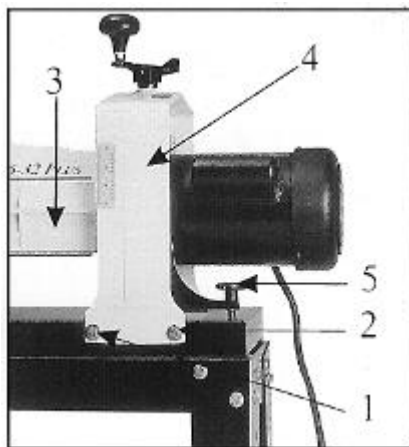

Рис. 14
Чтобы выровнять барабан, ослабьте четыре болта (1 и 2, Рис. 14). Это позволит наклонять всю каретку барабана на двух болтах (1, Рис. 14).
Выровняйте барабан путем поворота регулировочной ручки тонкой настройки (5, Рис. 14). Когда барабан будет параллелен, затяните два болта.
Поверните доску и без изменения высоты барабана отшлифуйте другой конец доски. Если осталась борозда из-за перехлеста проходов, ослабьте четыре болта (1 и 2, Рис. 14) и поднимите свободный конец барабана путем легкого вращения регулировочной ручки тонкой настройки (5, Рис. 14) по часовой стрелке. Затяните четыре болта.
**Поворачивайте регулировочную ручку тонкой настройки (5, Рис. 14) только тогда, когда все четыре болта ослаблены.**